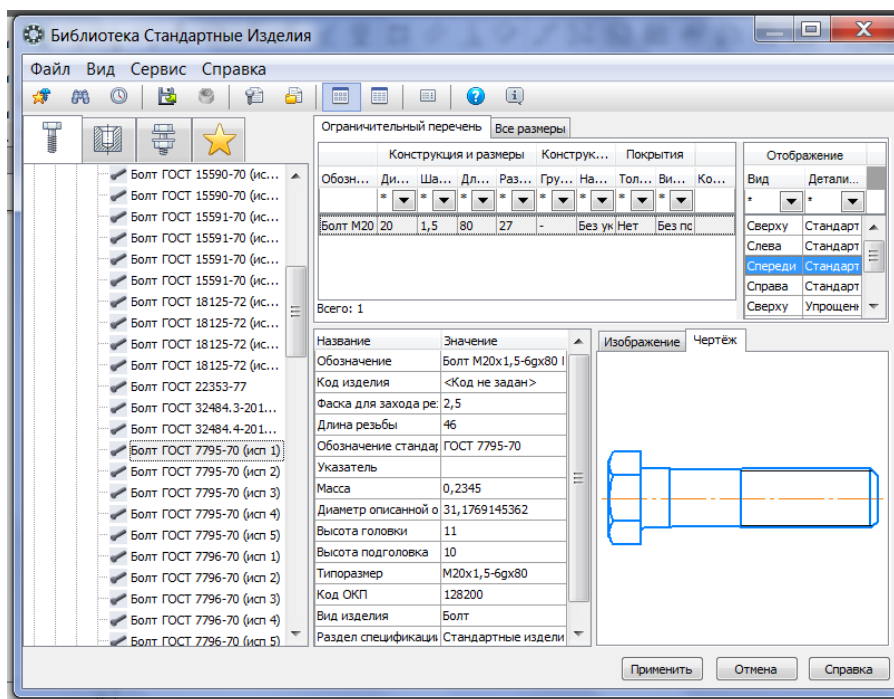

Рисунок 18. – Выбор отображения болта
9. В окне «Библиотека Стандартные Изделия» выберите отображение **Вид – спереди**, **Детализация – стандартное отображение** (рисунок 18) и нажмите **Применить**. На экране появится фантом болта.